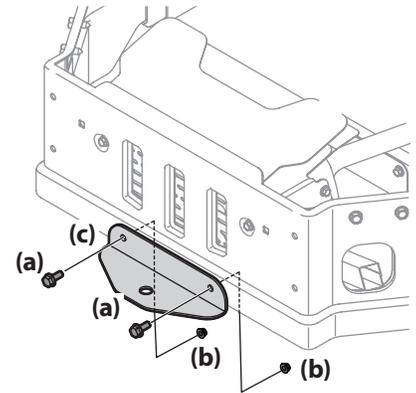

Figure 2-11
2. Installez l'attache de remorquage comme illustré à la Figure 2-11 et fixez-la avec les boulons et les écrous retirés à l'étape précédente.